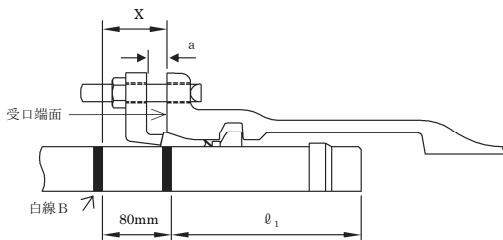

図 21 受口端面と押輪間隔および受口端面と白線間隔の計測
(1) ボルト・ナットの均等締め付けの確認
① 図 21 に示すように押輪と受口端面の間隔 a を 4 箇所測定し、最大値 - 最小値の差が 5 mm 以内であることを確認する。
② 同一円周上①の最大値と最小値の差が 5 mm を超える場